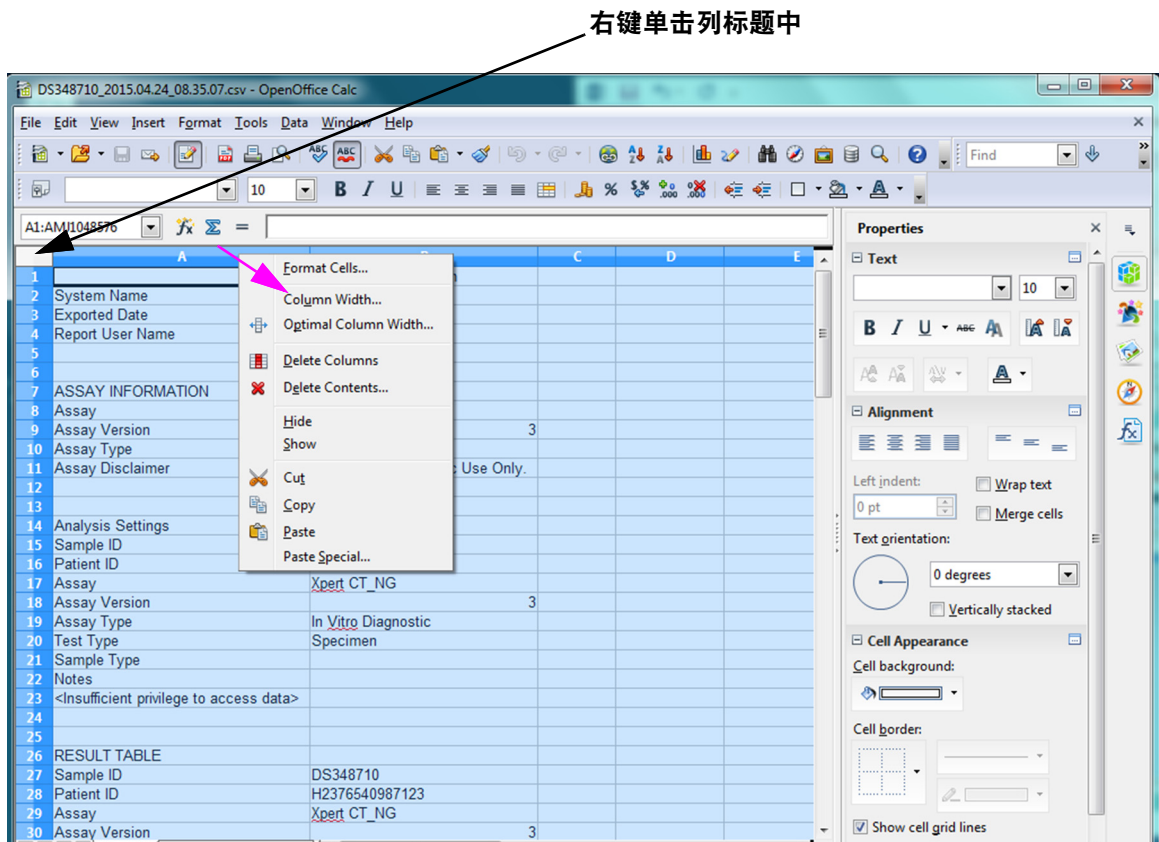

图 5-66. 下拉菜单中选择 Column Width（列宽）
- 5. 右键单击列标题。列的右侧将出现一个下拉菜单（见图 5-66）。